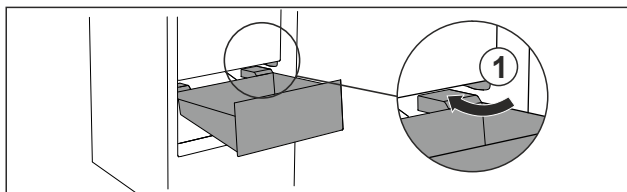

Fig. 69
- Preved'te zásuvku šikmo okolo zarážok Fig. 69 (1).